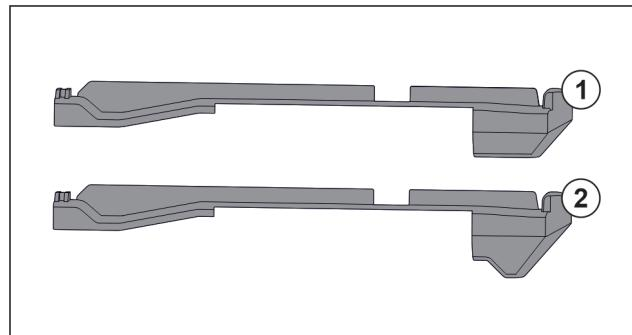

Fig. 78 Porovnání nasazovacích dílů
V přístroji se nachází dva různé nasazovací díly. Nasazovací díl nad nejspodnější zásuvkou Fig. 78 (2) má hranu trojúhelníkového tvaru. Všechny ostatní nasazovací díly Fig. 78 (1) mají rovnou hranu.
- Nasazovací díl Fig. 78 (2) s hranou trojúhelníkového tvaru připevněte nad nejspodnější zásuvkou.
- Nasazovací díl Fig. 78 (1) s rovnou hranou připevněte na všech ostatních místech.